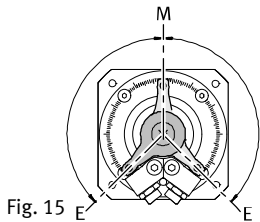

Fig. 15
5. Utiliser de préférence des réglages angulaires symétriques par rapport à l'axe de symétrie M du DSM (Fig. 15). Ceux-ci permettent l'obtention d'un mouvement régulier entre les oscillations vers la droite et vers la gauche.